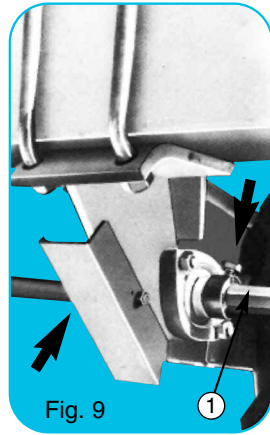

Fig. 9
- L'axe hexagonal inférieur ① se bloque en position par les 2 vis des paliers de blocs roues (fig. 9).
- After assembly retighten the chains of the drive wheel blocks, by the tightener fig. 9 (upwards).
- The lower hexagonal shaft ① is locked in position with the bolts of the bearings of the drive wheel blocks (fig. 9).
- Die untere Sechskantwelle ① wird durch die Schrauben die an den Lagern der Radhalter befestigt sind (Abb. 9), blockiert.